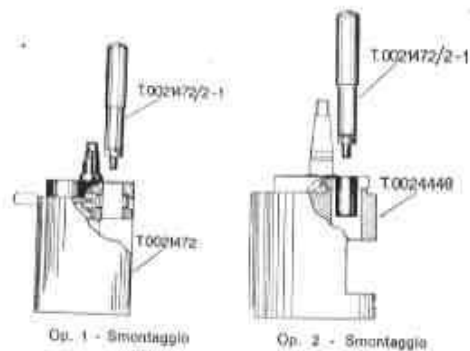

Fig. 40 - Smontaggio albero motore
- 5) - Con la pressa 5479/A separare i due semialberi dal bottone di manovella (ved. op. 1 e 2 di fig. 40).